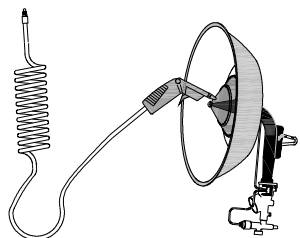
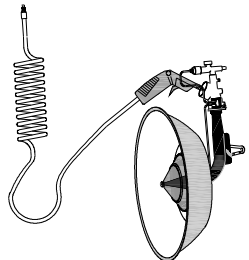

Fig. 15
Fig. 16
**a) Limpieza con aire (Fig. 15 y Fig. 16)**
- Colocar el radiador de forma vertical con la conexión de gas hacia abajo, y proyecte el aire comprimido por toda la superficie del cono exterior dirigiendo el chorro de aire hacia el cono interno (Fig.15).
Dé la vuelta al equipo y sople el aire comprimido a través de la abertura de entrada de aire. (Fig. 16).
**a) Cleaning with air (Fig. 15 and Fig. 16)**
- Place the radiator vertically with the gas connection facing downward and blast the compressed air over the entire surface of the outer cone: aiming the air jet towards the inner cone (Fig.15).
Turn the system over and blast the compressed air through the air inlet opening (Fig. 16).
**a) Nettoyage à l'air (Fig. 15 et Fig. 16)**
- Disposer le radiant verticalement, le raccordement au gaz vers le bas, et projeter de l'air comprimé sur toute la surface du cône extérieur en orientant le jet d'air vers le cône interne (Fig. 15).
Retourner l'équipement et soufflez de l'air comprimé à travers l'ouverture d'entrée d'air (Fig. 16).